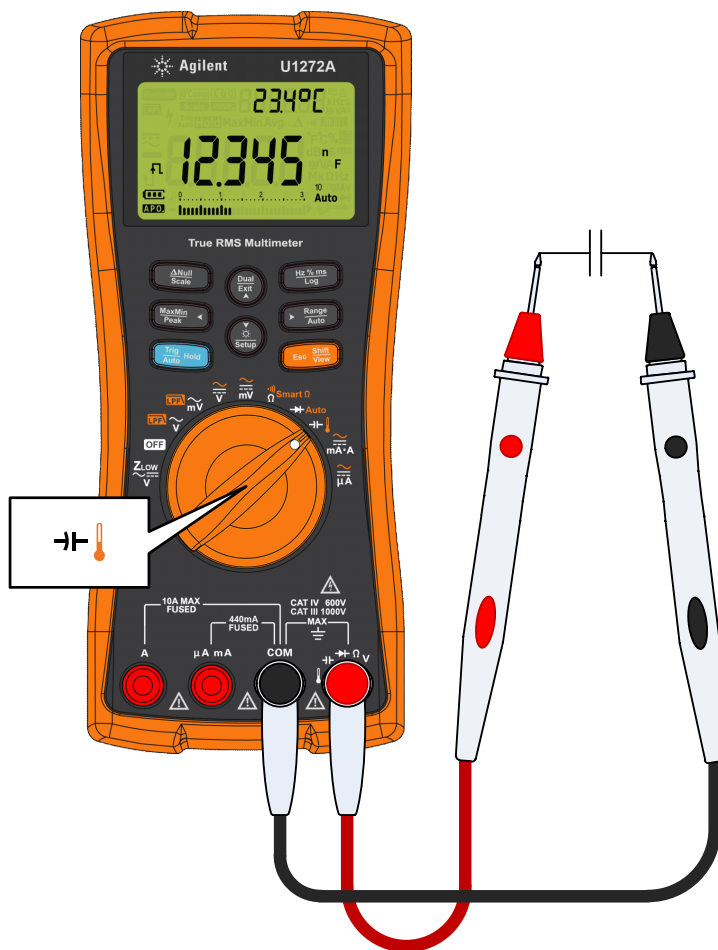

Figure 2-25 Mesure de capacité
- 1 Pour mesurer la capacité, placez le commutateur rotatif sur la position $\rightarrow \text{C}$ et configurez le multimètre conformément à la Figure 2-25.